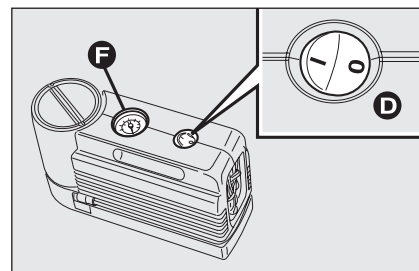
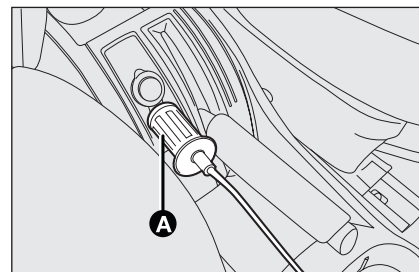

fig. 6
fig. 7
- ☐ assicurarsi che l'interruttore **D**-fig. 6 del compressore sia in posizione **0** (spento), avviare il motore, inserire la spina **A**-fig. 7 nell'accendisigari (o presa 12V) e azionare il compressore portando l'interruttore **D** in posizione **I** (acceso). Gonfiare il pneumatico alla pressione prescritta nel paragrafo "Pressione di gonfiaggio" del capitolo "Dati Tecnici".
Per ottenere una lettura più precisa, si consiglia di verificare il valore della pressione sul manometro **F-fig. 6** con il compressore spento;